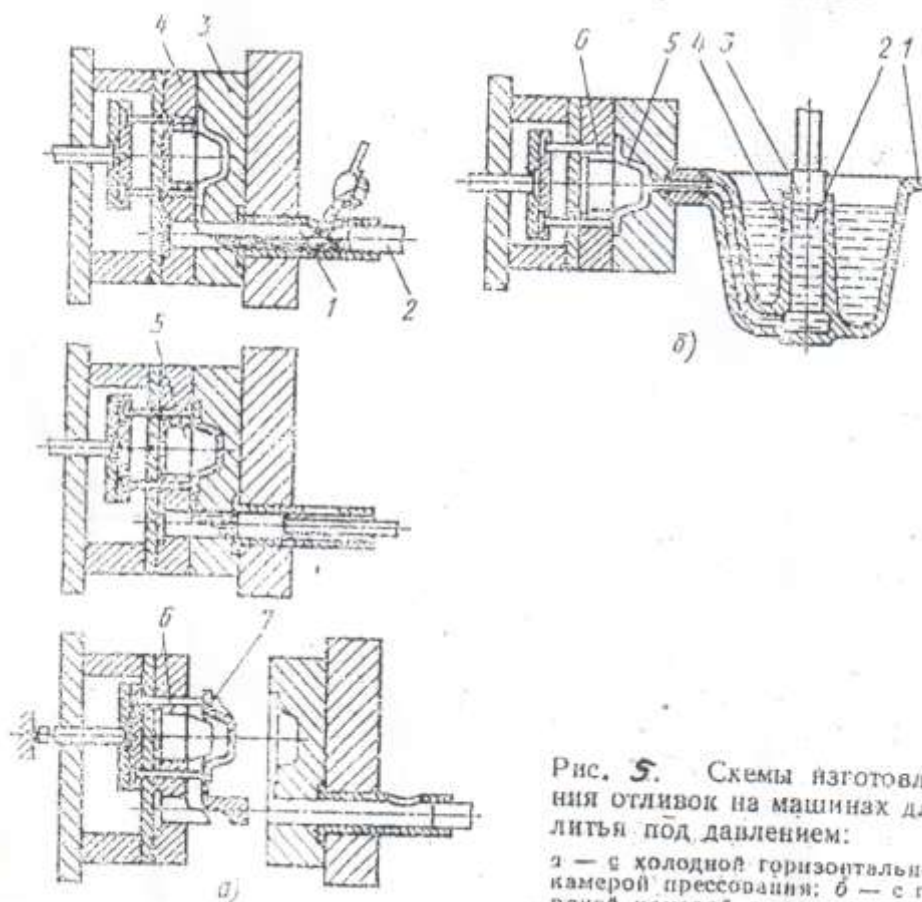

Рис. 5. Схемы изготовления отливок на машинах для литья под давлением:
4.3.Объясните по рис.5 способы получения отливок на машинах с горячей и холодной камерой прессования.